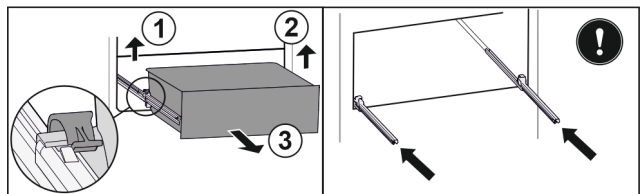

Fig. 31
- Linker klem optillen en gelijktijdig lade links naar voren trekken. Fig. 31 (1)
- Rechter klem optillen en gelijktijdig lade rechts naar voren trekken. Fig. 31 (2)
- Lade naar voren toe verwijderen. Fig. 31 (3)